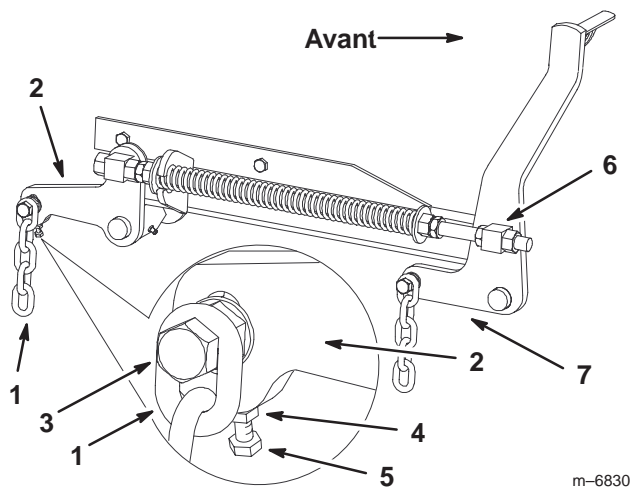

Figure 68
- Si la distance mesurée au point **B** ou **C** n'est pas correcte, desserrez le boulon qui fixe la chaîne arrière au bras de support arrière (Fig. 68).